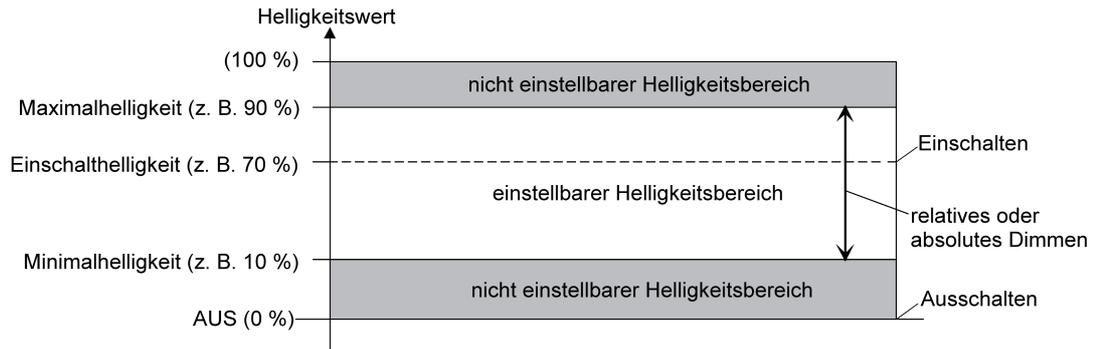

Bild 14: Beispiel eines Helligkeitsbereiches mit Minimalhelligkeit
- Definition der unteren Helligkeitsgrenze mit Minimalhelligkeit (Bild 14):
- i** In der Betriebsart "Drehzahlsteller" bei der Gerätevariante "1fach" kann - analog zur Beschreibung der Helligkeitswerte für eine Beleuchtungssteuerung in diesem Kapitel - die Minimaldrehzahl in der ETS konfiguriert werden (Bild 14). Die alternative Konfiguration einer Grunddrehzahl ist hierbei aus technischen Gründen nicht vorgesehen. Die Maximaldrehzahl ist ebenfalls nicht per Parameter einstellbar. Sie ist fest auf 100 % vorgegeben. Die Einschaltendrehzahl ist unveränderbar auf Maximaldrehzahl (100 %) vorgewählt. Die Unterschiede der Betriebsart "Drehzahlsteller" im Vergleich zur Betriebsart "Beleuchtungssteuerung" sind detailliert im Kapitel "Besonderheiten in der Betriebsart Drehzahlsteller" nachzulesen (siehe Seite 117).